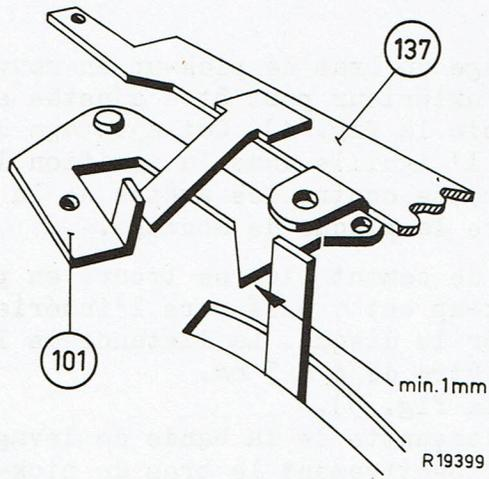

Fig.8a
1. Lorsque le bras de pick-up se meut vers l'extérieur lors du changement de disque tandis que le bouton de démarrage se trouve en position "STOP" le point de contact de la languette verticale de la plaque de levage avec la languette de l'équerre d'arrêt 101, doit se trouver 1 mm au minimum de la pointe aigüe de l'équerre d'arrêt (voir la fig. 8a).
2. Après le heurtement de la languette de la plaque de levage contre la languette de l'équerre d'arrêt (voir la fig. 8a) le cliquet est pressé dans la position intermédiaire. Lorsque le commutateur de vitesse est mis dans la position "16" la roue intermédiaire ne doit pas être soulevée de l'étage de poulie.